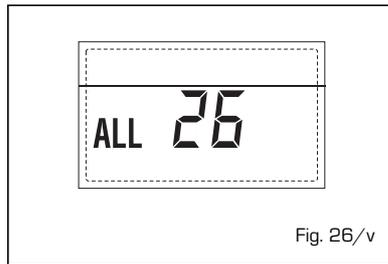

Fig. 26/v
- **ANOMALIA COERENZA APPLICAZIONE SOLARE "ALL 27"** (fig. 26/w)